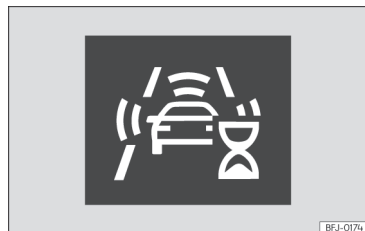

Abb. 145 Im Display des Kombi-Instruments: Anzeige der ersten Selbstkalibrierung des Systems.
- In den ersten Momenten nach dem Einschalten der Zündung, aufgrund der ersten Selbstkalibrierung des Systems. Während dieser Zeit wird ein Statussymbol angezeigt  (Abb. 145).